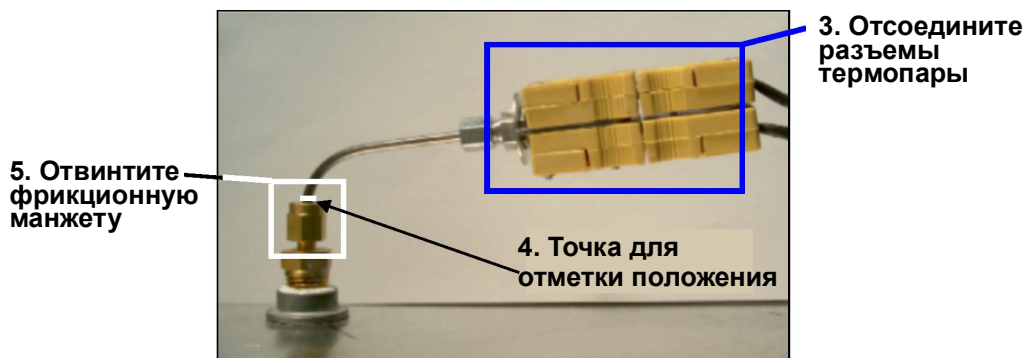

Рисунок 7-14: Термопара в установленном состоянии (показана Т/П перегрева)
3. Отсоедините разъемы термопары; см. рисунок 7-14 ниже.